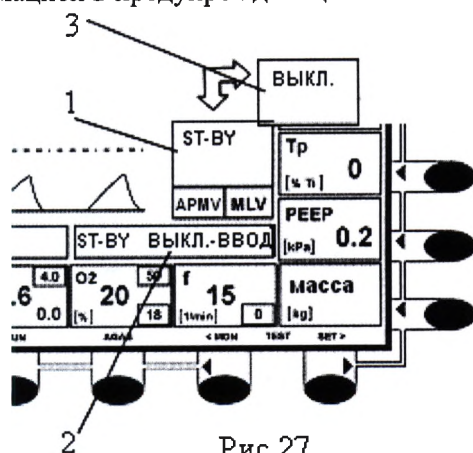

Рис.27
Аппарат позволяет пользователю привести его в постоянное состояние «ОЖИД – ВЫКЛ.» таким образом, что после появления информации (1) - рис. 27 пользователь нажмет ВВОД. Информация в информационном окне (1) меняется в надпись «ВЫКЛ.» желтого цвета на красном фоне.